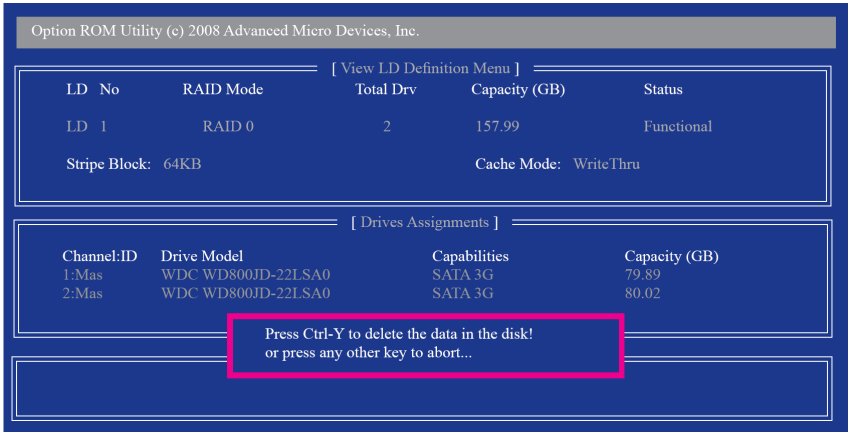

图 9
- 2. 之后您将进入如图 9 所示的"View LD Definition Menu"窗口。在此窗口里，您可以看到包含在此磁盘阵列中的磁盘成员。若您确定要删除该磁盘，请按<Ctrl> + <Y>键或按任意键取消。